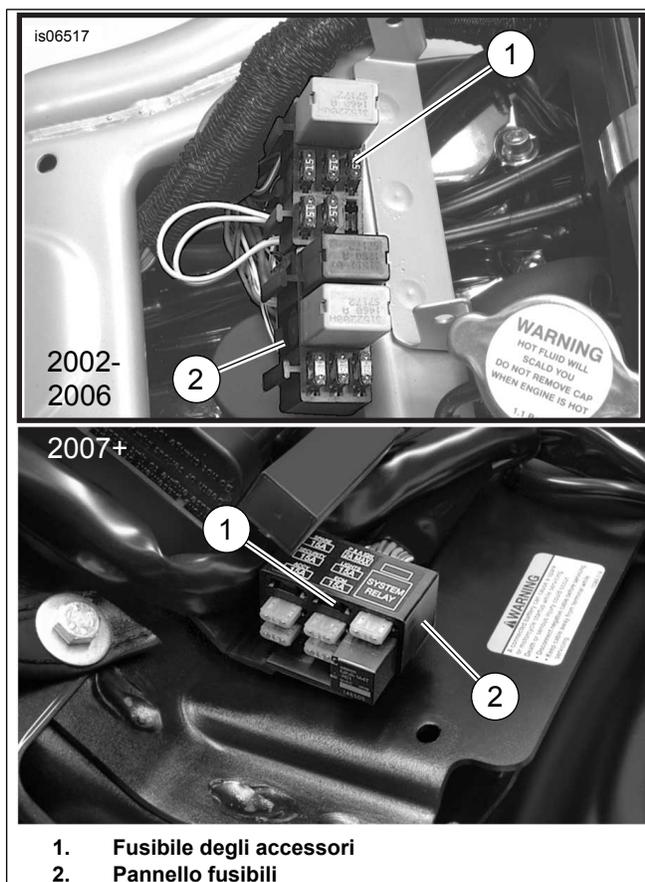

Figura 15. Ubicazione dei fusibili degli accessori (modelli V-Rod)
1. Vedere Figura 15. Procedendo con cautela, scoprire un'area dell'avvolgimento del cablaggio principale in un punto accessibile vicino al blocco fusibili (2). Tagliare il cavo principale arancione/bianco che porta alla cavità del fusibile (1) contrassegnato: